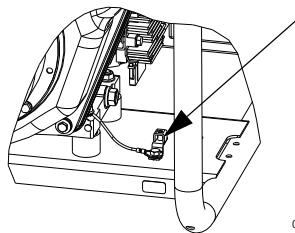

Figura 3-1. Conexión a tierra del generador
El generador está equipado con una conexión a tierra del equipo que conecta su bastidor y los terminales de conexión a tierra en los receptáculos de salida de CA (consulte NEC 250.34 (A)). Esto permite que el generador se utilice como equipo portátil sin conectar a tierra su bastidor como se especifica en NEC 250.34. Consulte la Figura 3-1.